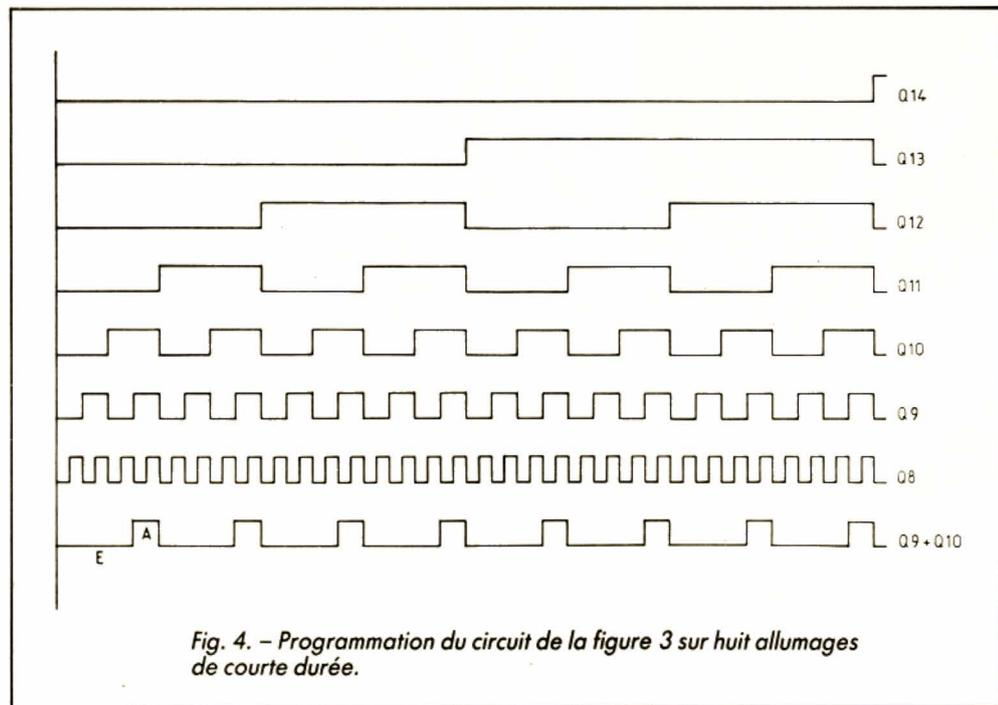

Fig. 4. - Programmation du circuit de la figure 3 sur huit allumages de courte durée.
La figure 4 montre les séquences qu'on observe sur les autres sorties du compteur, et permet de voir ce qui se passe quand les autres emplacements de diodes sont occupés. La fonction « et » qui en résulte est précisée, sur la dernière ligne, pour la présence simultanée de D_4 et de D_5 . Aucune combinaison de diodes ne permet une durée d'allumage (A, fig. 4) qui serait supérieure à la durée d'extinction (E). Un tel type de fonctionnement peut cependant être obtenu, comme on le verra plus loin, à l'aide d'une porte supplémentaire.